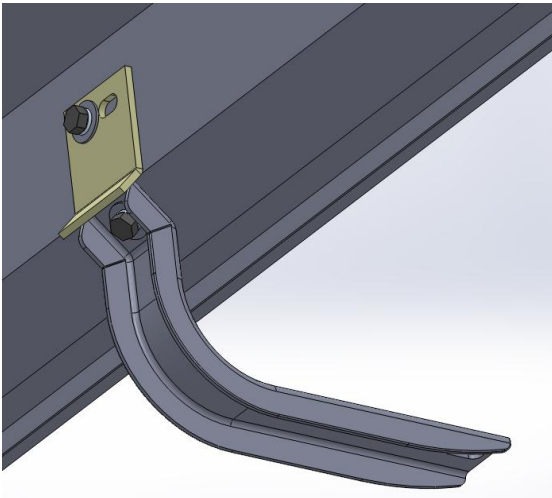

ILUSTRACIÓN 1
- Para instalar el running board, primero inserte (3) tornillos cab. cuadrada 5/16" en cada riel externo del running board, colóquelo sobre los brackets alinee, fije con: (2) rondanas planas y de presión 5/16", (2) tuercas hex. 5/16". **Vea ilustración 1 o 2 dependiendo del producto que adquirió.** Repita para cada bracket. No apriete aun.